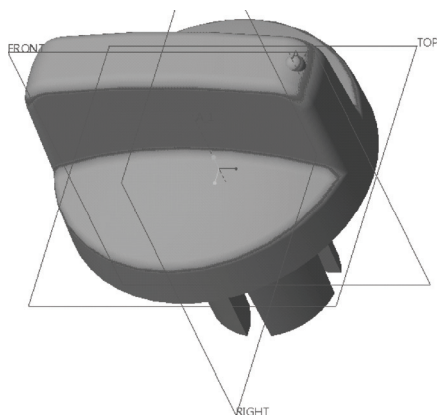

图 12-31 创建旋转实体特征
- 4) 接受默认的旋转角度“360°”, 单击“旋转”选项卡中的 (完成) 按钮, 创建的旋转实体特征模型效果如图 12-31 所示。